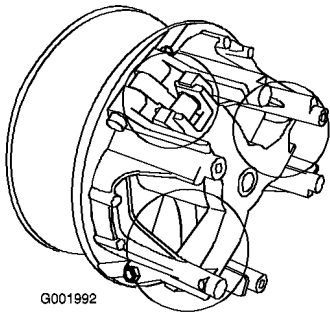

Figura 58
5. Lubrique las piezas en movimiento en las zonas indicadas en Figura 58 usando Spray Lubricante Seco Toro, disponible a través de su Distribuidor Autorizado Toro.